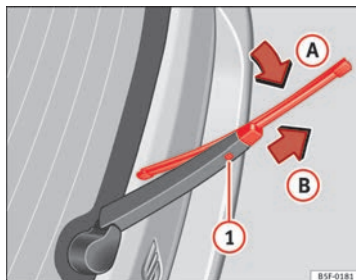

Abb. 119 Scheibenwischerblatt der Heckscheibe auswechseln.
- Wischerblatt leicht drehen ⇒ Abb. 119 (Pfeil A)).
- Entriegelungstaste ① gedrückt halten und das Scheibenwischerblatt gleichzeitig in Pfeilrichtung ② abziehen.
- Neues Heckscheibenwischerblatt **gleicher Länge und Ausführung** auf den Scheibenwischerarm entgegen der Pfeilrichtung ② schieben, bis der Mechanismus ① einrastet.